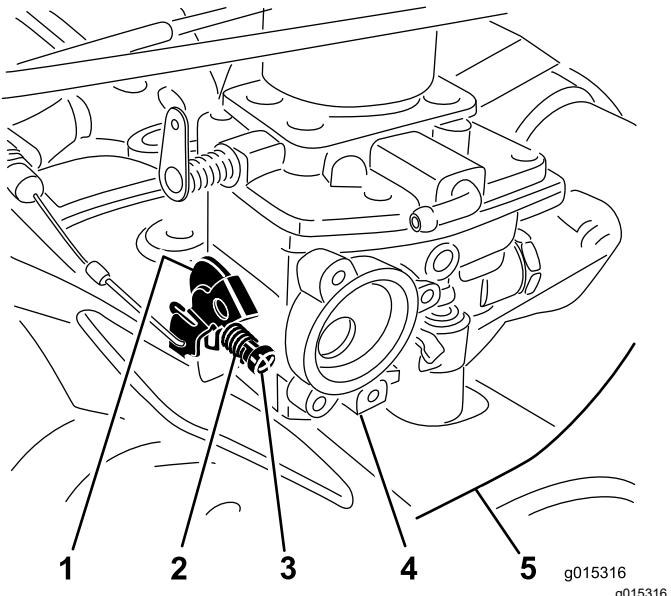
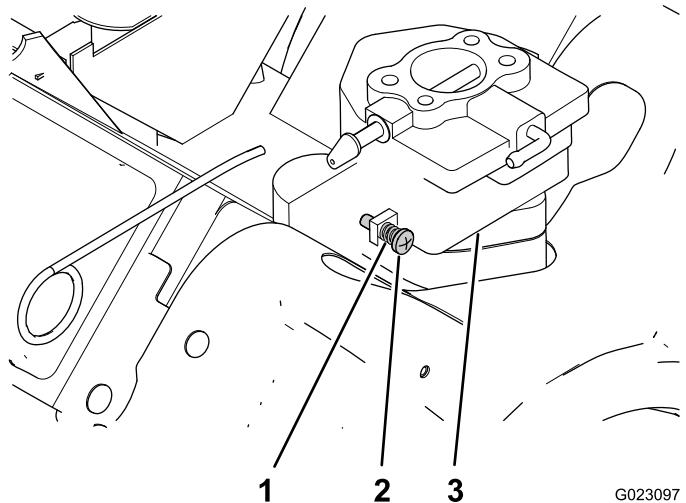

Figure 7
Figure 8
9. Pour les MDX uniquement : Placez la vis de ralenti et le ressort sur le carburateur au niveau du levier de papillon (Figure 7).
10. Serrez la vis dans la butée de papillon dans le sens horaire jusqu'à ce qu'elle rencontre le levier de papillon, puis serrez-la encore d'un tour (Figure 7).
2. Réglez la vis de ralenti pour obtenir un régime de ralenti de 1 050 à 1 150 tr/min (Figure 7 et Figure 8).